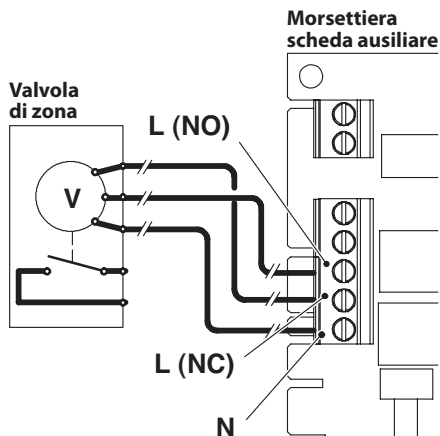

Figura 5.26
Per il collegamento della valvola di zona servirsi dei morsetti della scheda ausiliare **N** (neutro comune), **L (NO)** linea 230V ~ (valvola apre impianto riscaldamento), **L (NC)** linea 230V ~ (valvola chiude impianto riscaldamento) Figura 5.26.